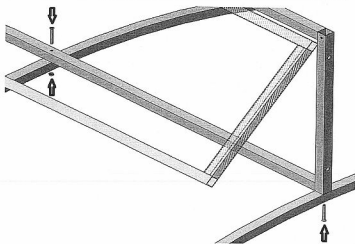

Рис. 3
-винтами М4х35 прикручиваем боковые стойки рамки к дугам теплицы (см. рис. 3)
-винтамиМ4х35 и гайками М4 крепим форточку к средним дугам (см. рис. 3)